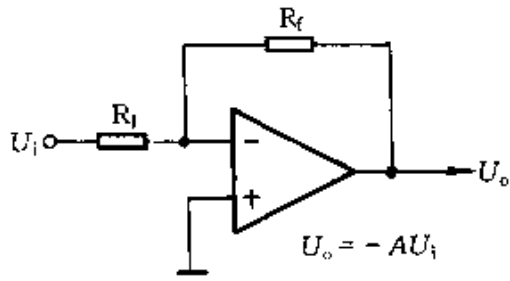

图 2-341
① 反相放大器电路如图 2-341 所示, R_f 为反馈电阻, R_i 为输入电阻。由于集成运放开环电压放大倍数极大,因此其闭环